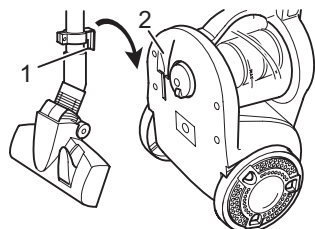

Abb. 15
- Zum **Aufbewahren** können Sie den Verstauelement (Abb. 15/1) des Teleskoprohrs in die Verstauelement (Abb. 15/2) unten am Bodensaugsauger einhängen.